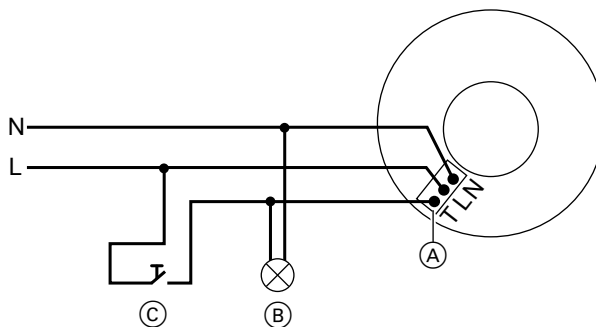

Abb. 14
- Der Abluftventilator schaltet ein, sobald der an der Klemme „T“ angeschlossene Schalter (Taster) oder die Zugschnur betätigt wird: Siehe Abb. 14 auf Seite 14.